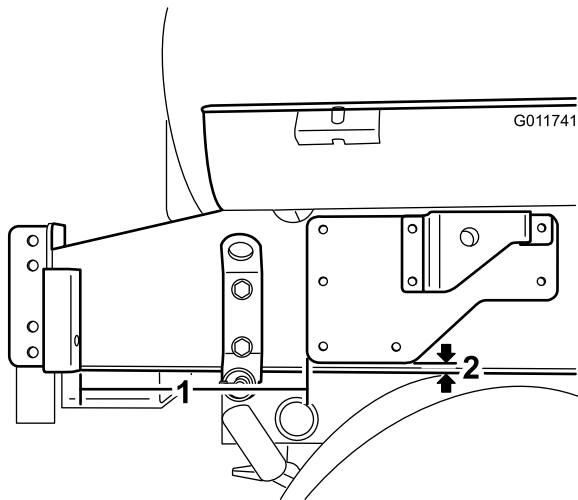

Figura 2
3. Posizionate la staffa destra sul lato destro del telaio di supporto del serbatoio, come illustrato nella Figura 2. Usate un punzone per centri per contrassegnare la posizione degli 8 fori della staffa.